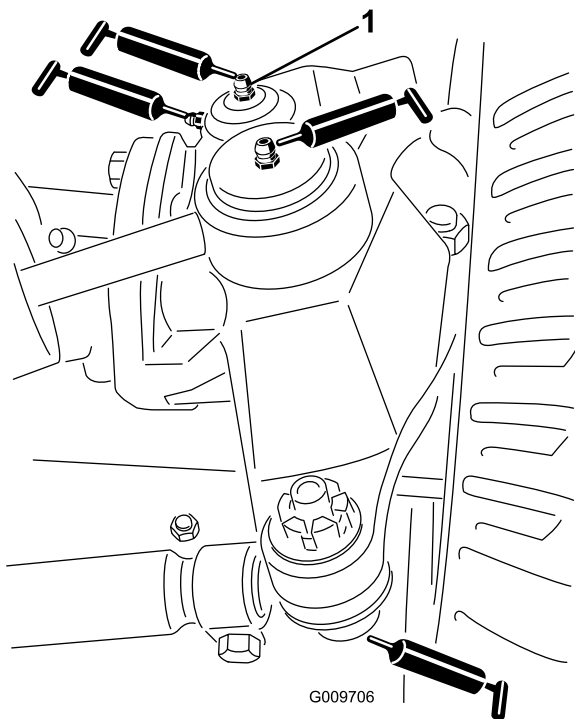

Figura 21
- Rótulas do cilindro de direção (2) (Figura 21)
- Rótulas esféricas da barra de ligação (2) (Figura 21)
- Buchas do pino principal (2) (Figura 21). **O bocal superior do pino principal apenas deverá ser lubrificado uma vez por ano (2 bombas).**